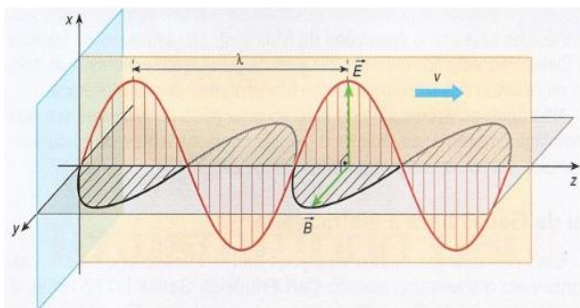

Figura 1. Representación de una onda electromagnética
- ❑ Una onda electromagnética es la combinación de un campo eléctrico y un campo magnético que se propagan en la misma dirección, pero en planos ortogonales. Como nosotros sabemos, la variación en el campo magnético induce un campo eléctrico y viceversa. Por lo tanto, el campo magnético de una onda electromagnética es generada por el campo magnético, que, a su vez, es generado por el campo eléctrico, ambos nutriéndose en un arreglo perfecto, en la figura 1 podemos apreciar lo antes expuesto para mayor comprensión.
- ❑ Los campos son perpendiculares entre ellos y también a la dirección de propagación de la onda que se desplaza con velocidad v . Eso posibilita clasificar la onda magnética como onda transversal. En la figura 1 podemos apreciar la disposición de los campos eléctricos y magnéticos de una onda electromagnética y la dirección de su propagación.